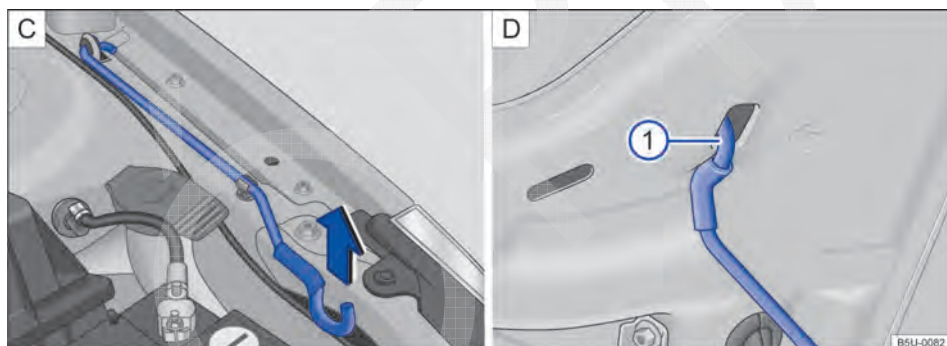

Fig. 122 **C** Haste de sustentação da tampa do compartimento do motor. **D** Tampa do compartimento do motor apoiada na haste de sustentação.
- Retirar a haste de sustentação do suporte no sentido da seta → Fig. 122 **C** e posicioná-la na abertura na tampa do compartimento do motor → Fig. 122 **1** **D**.
- Retirar a haste de sustentação do furo → Fig. 122 e encaixá-la no suporte do fecho → Fig. 122 .